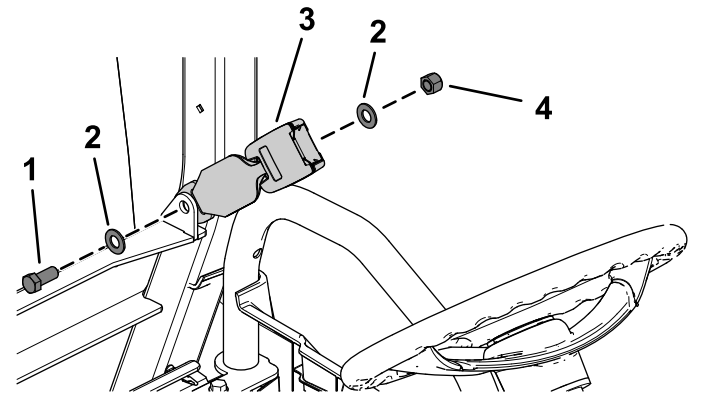

图20
1. 如图20所示用凸缘头螺栓7/16 x 1 英寸、2个扁平垫圈7/16 英寸和锁紧螺母7/16 英寸安装座椅门锁。